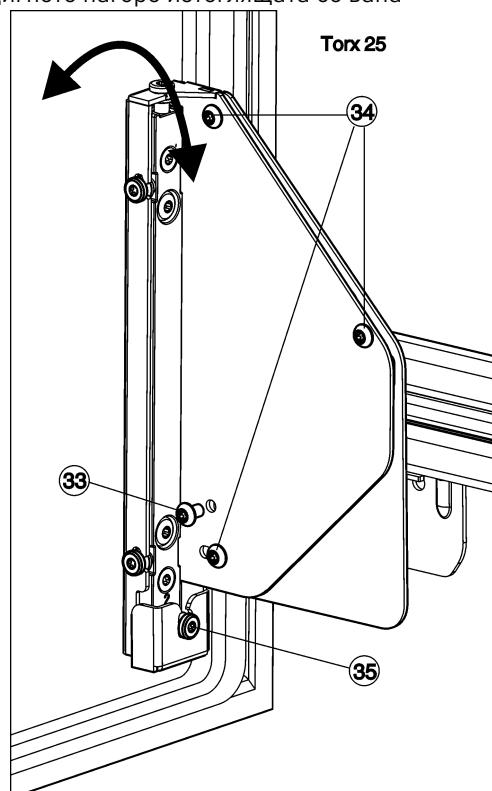

Fig. 26
- Извадете изцяло винта Fig. 26 (33).
- Изхвърлете винта Fig. 26 (33), той вече няма да е необходим.
- Само развойте винтовете Fig. 26 (34) с 1 до 2 оборота.
- ▶ Завъртете регулиращия винт Fig. 26 (35). В посока на часовниковата стрелка: вратата се накланя горе от корпуса на уреда навън. В посока, обратна на часовниковата стрелка: вратата се накланя горе към корпуса на уреда и долу от корпуса на уреда навън.
- ▶ След завършване на регулирането на наклона затегнете отново всички винтове Fig. 26 (34).